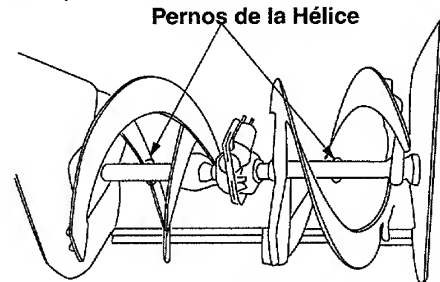

Figura 21
- Si las hélices no giran, inspeccione para verificar si los pernos se han cortado. Vea la figura 21. Reemplace si fuera necesario. Se han provisto dos pernos hexagonales y contratueras hexagonales de repuesto con el expulsor de nieve.